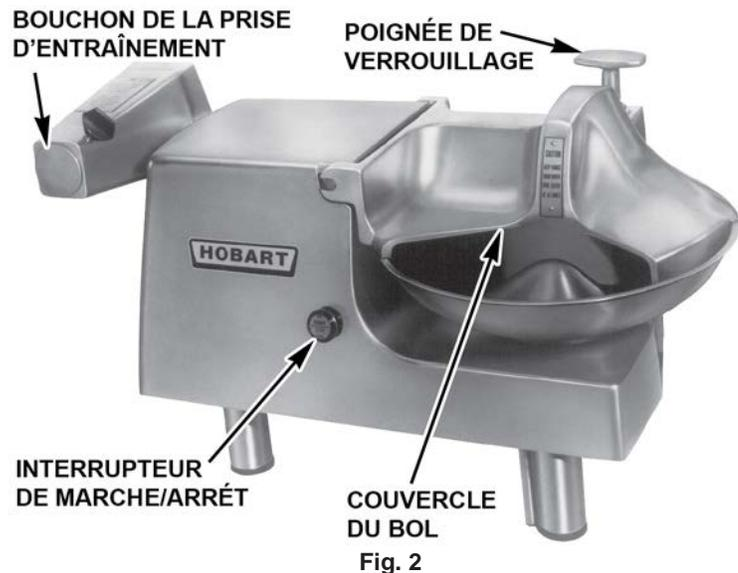

Fig. 2
Le COUVERCLE DU BOL (Fig. 2) doit être refermé par dessus le bol et on doit le verrouiller solidement en abaissant la poignée de verrouillage et en la tournant de 90°.
L'interrupteur de MARCHE/ARRÊT (Fig. 2) qui actionne le coupe-aliments est mécaniquement enclenché par le COUVERCLE. On ne peut le placé en position de marche (ON) à moins que le couvercle soit verrouillé en place. Lorsque l'interrupteur est à la position de marche (ON), il est impossible de déverrouiller le bol.
Mettre la machine en marche en tirant sur l'interrupteur de MARCHE/ARRÊT (Fig. 2). Introduire graduellement les produits directement dans le bol à mesure qu'il tourne. Le couvercle est conçu de façon à faire tourner et à mélanger les produits pendant que le bol tourne.
Pour installer un accessoire, desserrer la vis à ailette et retirer le bouchon (Fig. 2) de la prise d'entraînement. Aligner l'arbre de l'accessoire dans le manchon carré dans la prise et l'engager dans ce dernier. Pour le détacher, serrer la vis à ailette.